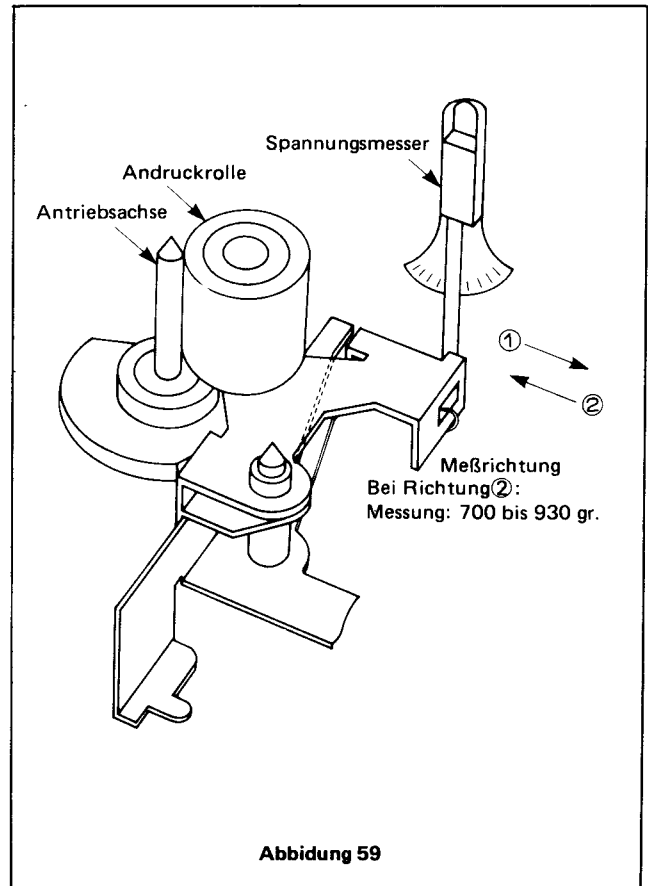

Abbildung 59
6. Die Andruckrolle mit einem Spannungsmesser entgegengesetzt der Andruckrichtung ziehen, so daß diese von der Antriebswelle wegbewegt wird. Siehe Abbildung 59.